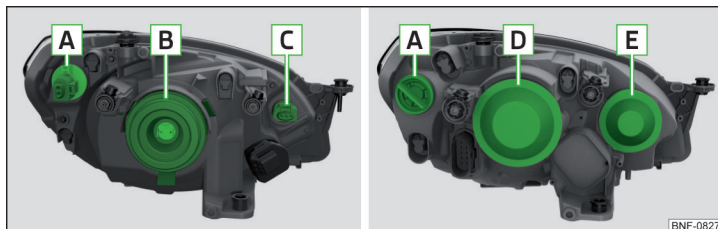

Fig. 173 Faros: Variante 1 / Variante 2
Orden de bombillas » fig. 173
- » Girar el portalámparas con la bombilla **C** » fig. 173 de la pág. 147 hasta el tope en dirección de la flecha **1** » fig. 175.
- Retirar la tapa protectora **D** y/o **E** » fig. 173 de la pág. 147.
- Colocar la tapa protectora **D** y/o **E** » fig. 173 de la pág. 147.